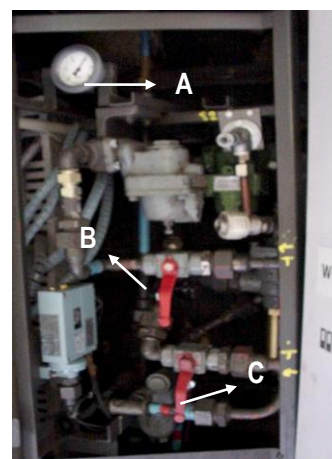

Fig. 6 : armoire pneumatique
- Les portes d'accès peuvent être isolées collectivement de manière pneumatique à l'aide du robinet B (fig. 6) localisé dans l'armoire pneumatique au-dessus du frein à main. Toutes les portes d'accès et les servitudes du WC de la voiture sont isolées en plaçant la poignée du robinet d'isolement en position horizontale.